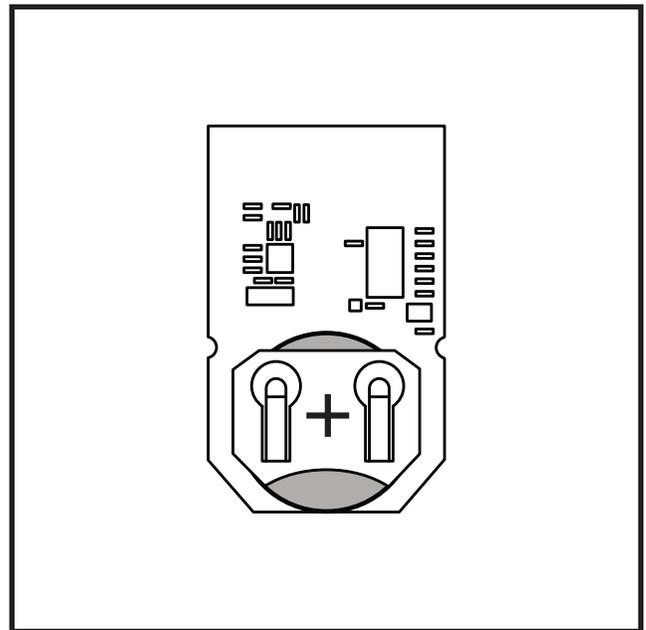

Figure 20. Remplacement de la pile
3. Faites glisser la pile de remplacement, côté positif vers le haut. **Voir la figure 20.**